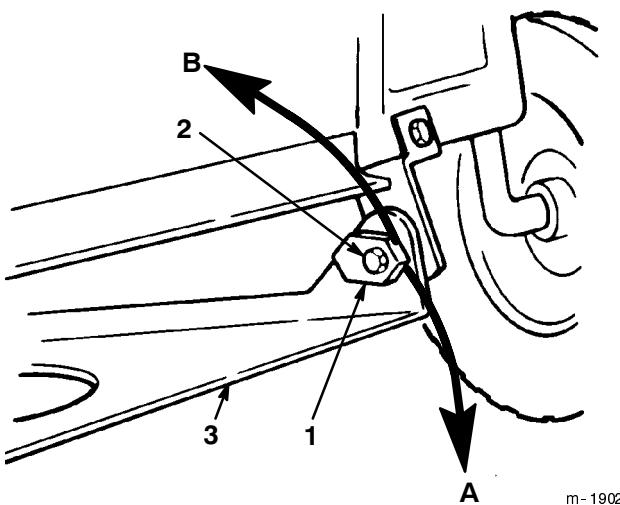

Bild 50
8. Stellen Sie die Neigung in Längsrichtung durch Drehen der Spezialneigungs-Einstellmuttern an beiden Seiten des Schneidwerkbefestigungsbügels ein (Bild 50).
9. Drehen Sie mit einem(r) 1" Schlüssel oder Knarre langsam die linke Neigungs-Einstellmutter nach unten, um die Vorderseite des Schneidwerks anzuheben; drehen Sie die Mutter hoch, um das Schneidwerk abzusenken (Bild 50). Drehen Sie die Neigungs-Einstellmutter soweit, bis die Vorderseite des Schneidwerks 1 bis 16 mm tiefer steht als die Rückseite.